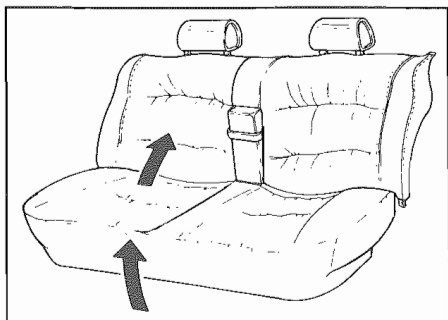

Fig. 7 - Il pianale si smonta sollevandolo anteriormente con una mano
- Il pianale si smonta sollevandolo anteriormente con una mano (**Fig. 7**).
- The seat bottom can be removed by lifting the front part with a hand (**Fig. 7**).